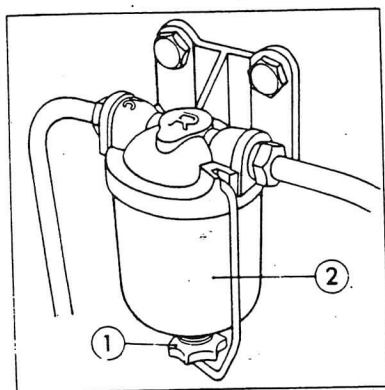

Fig. 23 Slamsamlar-
2. Lossa på låsmuttern (fig. 23), för klämman åt sidan och tag bort filterskålen.